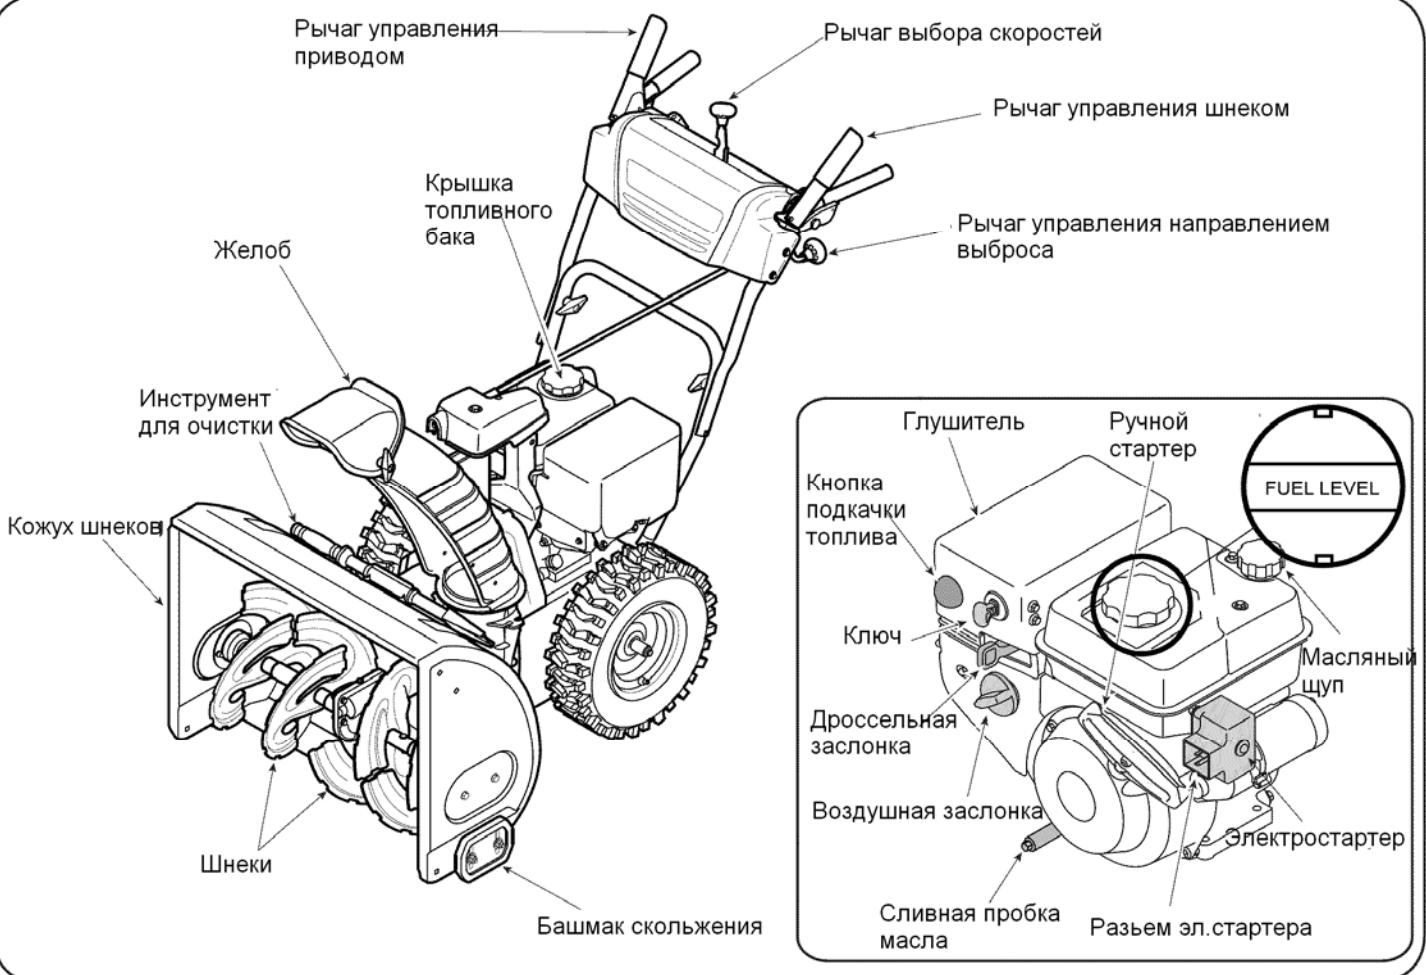

Рис. 12
Теперь, когда Вы приготовили снегоочиститель к эксплуатации, важно изучить систему его управления. (См. Рис. 12).
2. Индикатор уровня топлива расположен в топливном баке см. дополнительную вставку на Рис. 12. Наполняйте бак до тех пор, пока уровень топлива не дойдет до уровня индикатора, оставляя место для расширения топлива при нагреве.